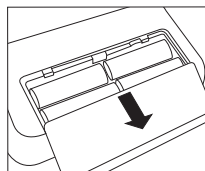

Fig. 1
- Ouvrez le couvercle du compartiment à piles situé sous l'appareil (voir la fig. 1). Insérez les piles (cf. Chapitre 13 Caractéristiques techniques). Veillez à faire correspondre les polarités « + » et « - ». Refermez le couvercle du compartiment à piles. H ou H clignote sur l'écran. Réglez désormais tel que décrit ci-dessous la date et l'heure.